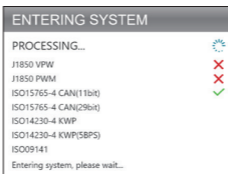

Abbildung 3.2.1
1. Sobald Sie die OBD-II-Funktion eingegeben haben, kommuniziert das Scan-Tool automatisch mit dem Bordcomputer, um das Kommunikationsprotokoll zu bestimmen. Nach der Bestätigung wird die Verbindung hergestellt. (Siehe Abbildung 3.2.1)